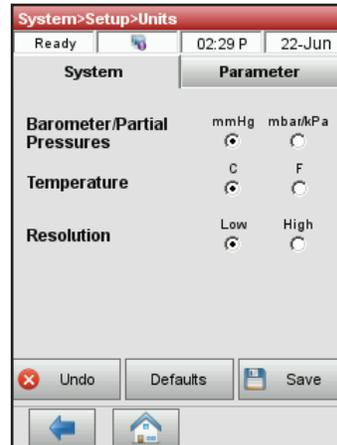

Figura 24. Schermo Gestione sistema> Configurazione> Unità
3. Nello schermo Unità, selezionare l'unità di misura richiesta (Figura 24).